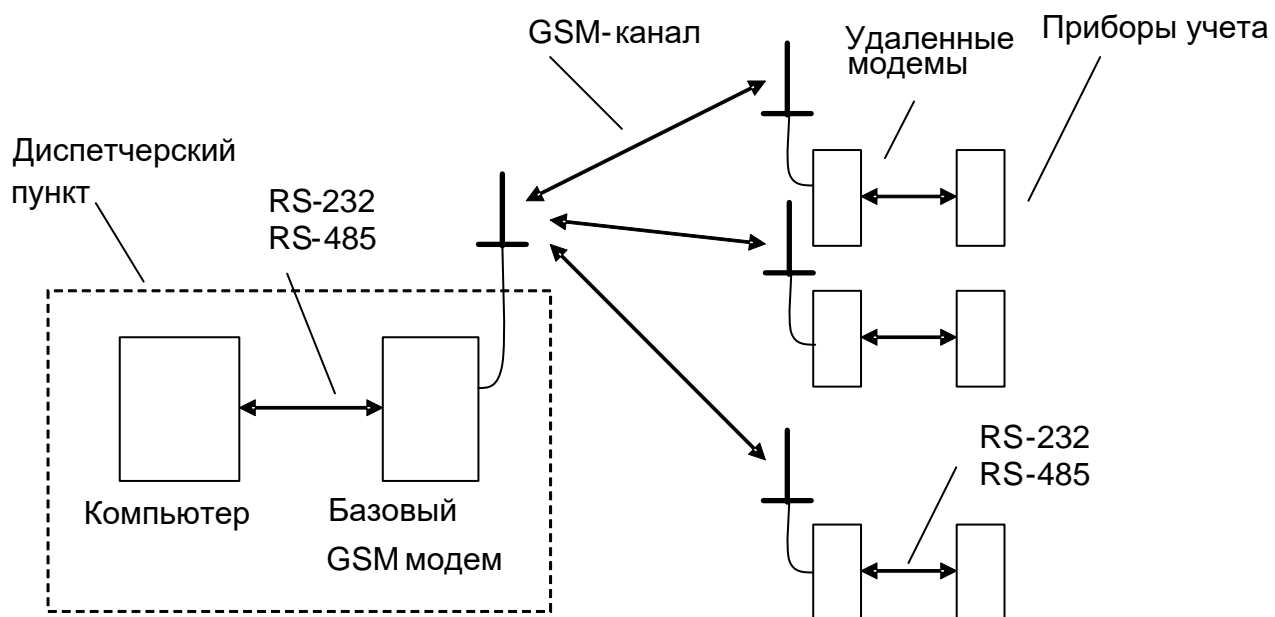

Рисунок 1 - пример схемы построения элемента информационно-измерительного комплекса МУР 1001 с использованием модемов
Схема построения информационно - измерительного комплекса МУР 1001 с использованием модемов приведена на рис.1.
Габаритные размеры модема приведены на рис. 1.
- извлеките плату - 2, см. рисунок 1. Плата крепится к крышке -1 четырьмя винтами;